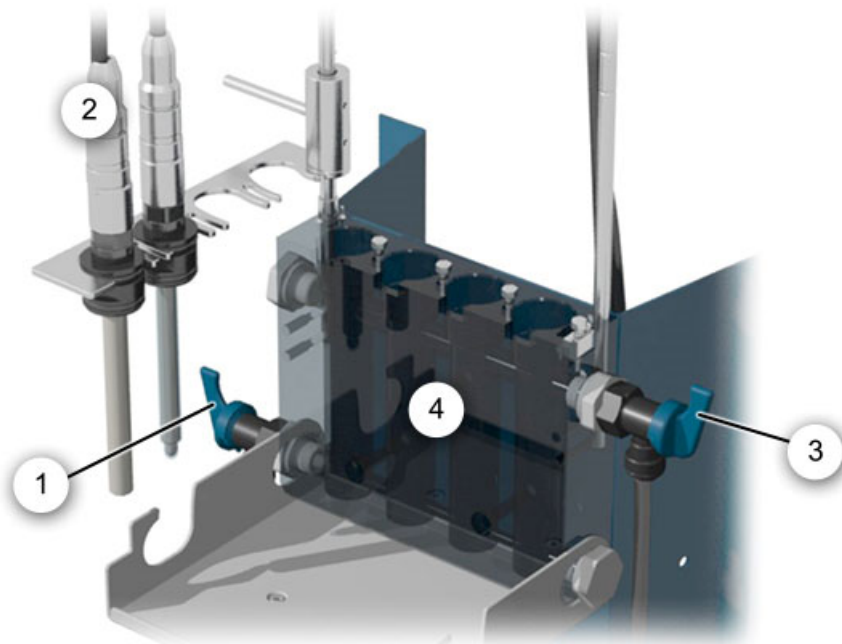

Abbildung 24: Messzellenblock AquaMaster
2.	<p>Alle Sensoren aus dem Messzellenblock entfernen und in der Verriegelung positionieren (Abbildung 24, Position 2).</p> <hr/> <p>i pH-Sonde und Leitfähigkeits-Sensor in Gefäss mit Wasser tauchen, damit diese vor dem Austrocknen geschützt sind. Dafür kein destilliertes Wasser sondern sauberes Leitungswasser verwenden.</p> <hr/>
3.	Den Schlauch bei Einlaufregulierhahn (Abbildung 24, Position 1) vom Messzellenblock entfernen, jetzt den Einlaufregulierhahn öffnen und nun Messzellenblock in ein Gefäss leerlaufen lassen.
5.	Den Ablaufschlauch vom Auslaufregulierhahn (Abbildung 24, Position 3) entfernen und spülen.
6.	Den Ablaufschlauch wieder am Auslaufregulierhahn (Abbildung 24, Position 3) montieren.
7.	Den Messzellenblock (Abbildung 24, Position 4) mit Flaschenputzer reinigen.
8.	Den Einlaufschlauch (Abbildung 24, Position 1) wieder am Einlaufregulierhahn einstecken. Falls vorhanden den Durchflussmesser ebenfalls wieder montieren.